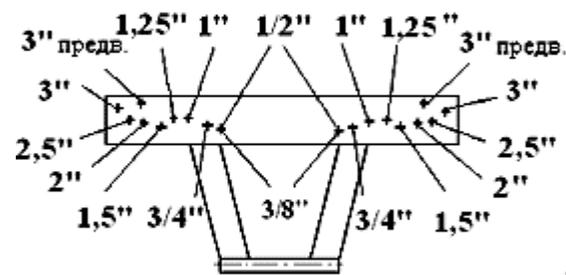

Рис. 2
5.4. Установите упоры 4 в отверстия траверс 2 и 3 на **одинаковом расстоянии относительно оси гидроцилиндра согласно обозначениям на рис.2.**